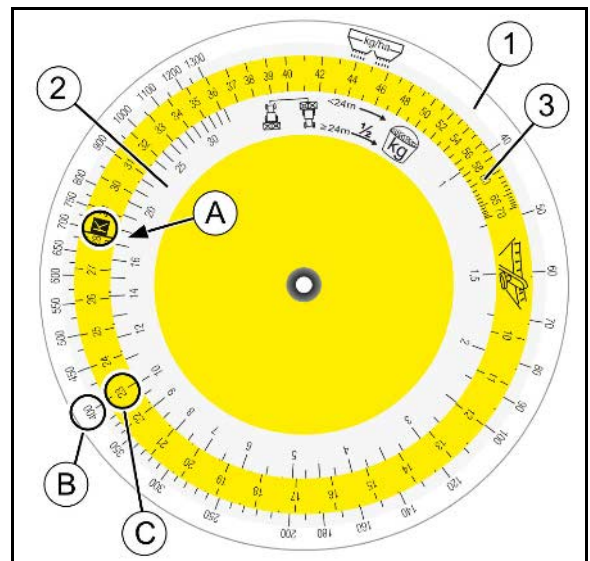

Bild 69
1. Ta bort vingmuttrar (Bild 69/1).